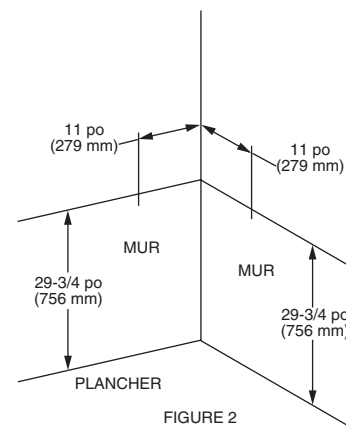

FIGURE 2
6. Les supports fournis avec le lavabo doivent être montés à 11 po du coin et à 29-3/4 po du plancher sur chaque mur (voir la FIGURE 2). Serrer les supports, fente centrale seulement, jusqu'à ce qu'ils supportent le lavabo tout en laissant un jeu pour le dernier ajustement. S'assurer que le support est à la position la plus haute au moment de le positionner. Placer le lavabo.